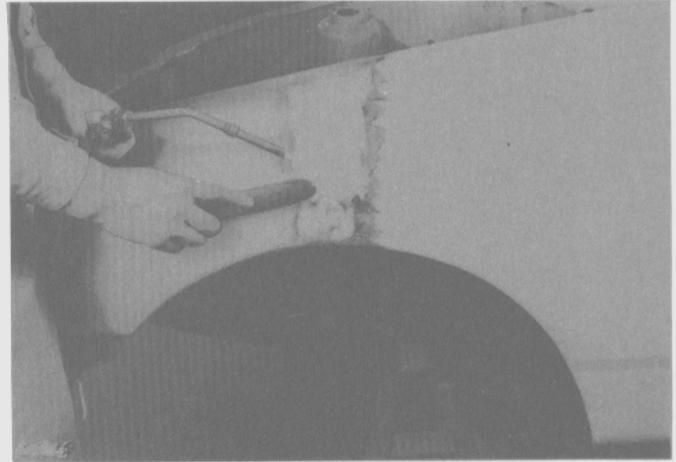

Fig. 83
- Estañar y rellenar con soldadura la unión pulida (Fig. 83).